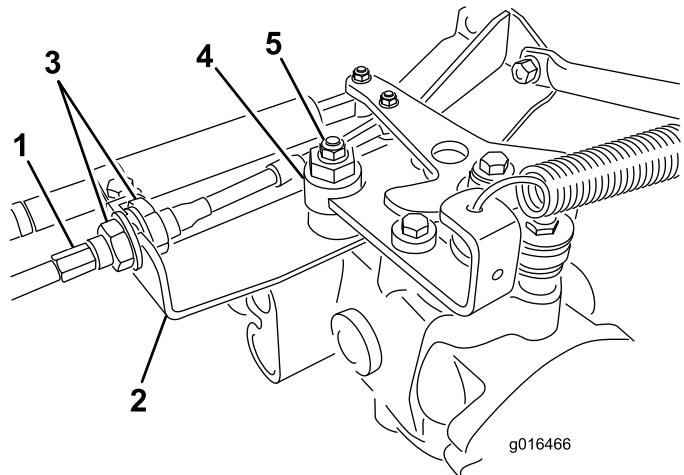

Figura 43
- A. Allentate entrambi i controdadi che fissano il cavo di comando della trazione alla paratia dell'igrostat (Figura 43). Assicuratevi che i controdadi siano allentati in modo uguale e a sufficienza per consentire la regolazione.
- B. Allentate il dado che fissa l'eccentrico alla parte superiore dell'igrostat (Figura 43).
Quando la ruota cessa di girare, serrate il dado di bloccaggio dell'eccentrico per mantenere la messa a punto (Figura 43). Verificate la regolazione portando l'acceleratore in posizione di MINIMA e MASSIMA.
- E. Da ambo i lati della piastra serrate in modo **uniforme** i dadi che fissano il cavo di trazione alla piastra (Figura 43). Non torcete il cavo.